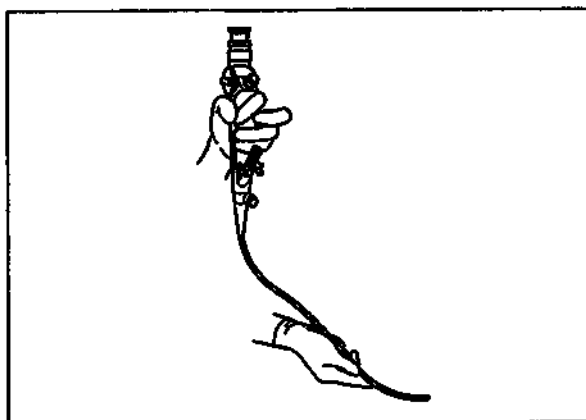

Рис. 7.8
- При обращении с эндоскопом надёжно, но мягко, не сжимая, удерживайте блок управления одной рукой, а дистальный конец вводимой трубки – другой рукой (см. рис. 7.8).